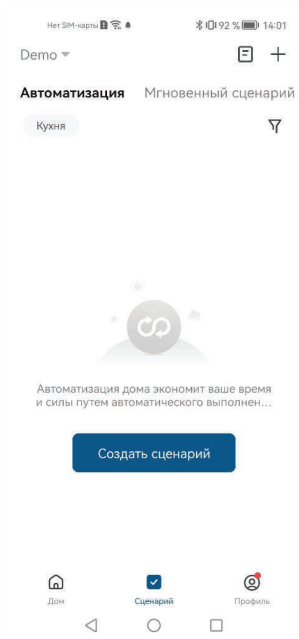

Рисунок 13.
- 1) На вкладке «**Сценарии**» приложения Hidrolock (Smart Life) нажмите кнопку «**Создать сценарий**» (рис. 13).